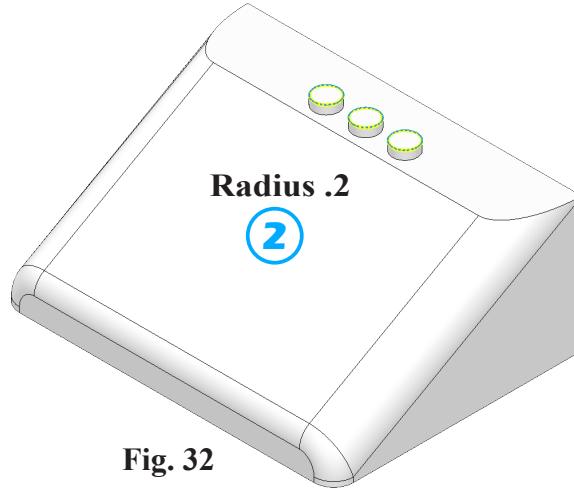

Fig. 32
- ① **Radius**  **.2**
click **circular edge of studs (3)**, **Fig. 32**